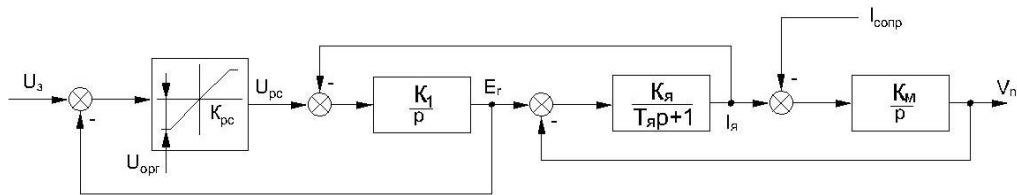

Рис. 2.3 Упрощенная алгоритмическая схема ЭМС привода подъёма ковша одноковшового экскаватора
С учётом ряда допущений и упрощений алгоритмическая структурная схема ЭМС привода подъёма ковша одноковшового экскаватора приведена на рис. 2.3
На рис. 2.3 использованы следующие обозначения:
6. Для реализации алгоритмической структуры ЭМС (рис. 2.3) необходимы следующие блоки SIMULINK:
8. Собрать решающую схему модели согласно рис. 2.3. Реализовать регулятор скорости в виде пропорционального звена с ограничением выходного сигнала можно с помощью последовательного соединения блока Gain, устанавливающего необходимый коэффициент передачи регулятора скорости $K_{рс}$ и блока Saturation, которое задает минимальное ($-U_{огр}$) и максимальное ($+U_{огр}$) ограничения выходного сигнала при единичном коэффициенте передачи.